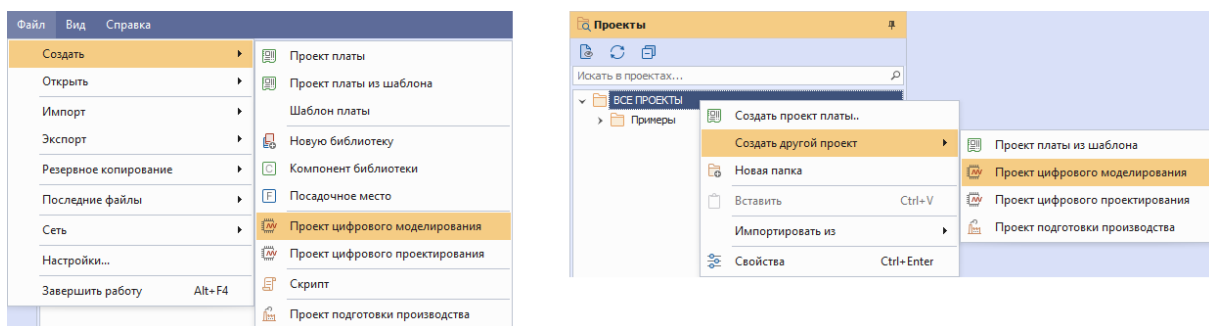

Рис. 9 Переход к созданию проекта цифрового моделирования
1. В главном меню перейдите в раздел «Файл» → «Создать» → «Проект цифрового моделирования» или из панели «Проекты» вызовите контекстное меню с любой выбранной папки → «Создать другой проект» → «Проект цифрового моделирования», см. Рис. 9.